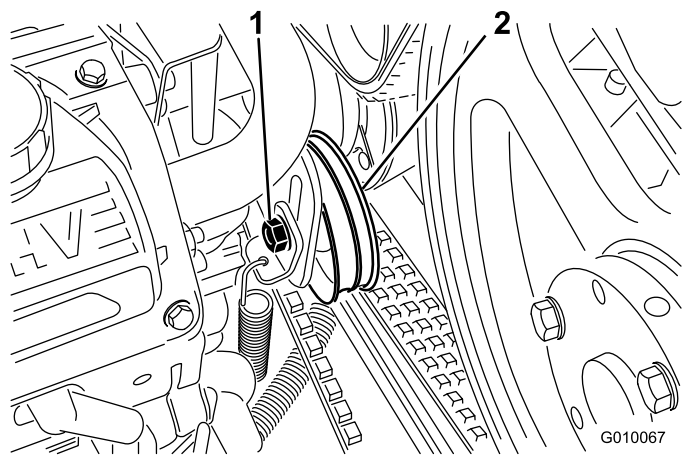

Рисунок 59
4. Ослабьте болт натяжного ролика ремня насоса лишь настолько, чтобы ролик можно было двигать в регулировочном пазу (Рисунок 59).